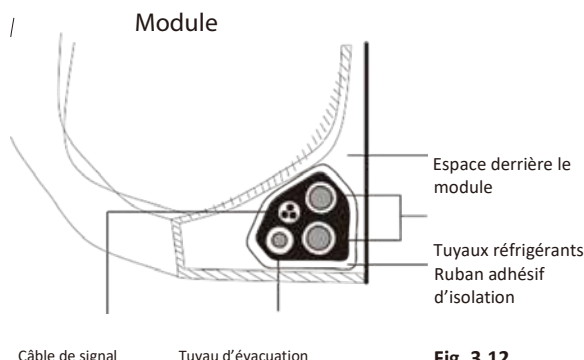

Fig. 3.12
1. Regroupez le tuyau d'évacuation, les tuyaux réfrigérants et le câble de signal selon la **Fig. 3.12**.
3. À l'aide de ruban d'isolation, enveloppez fermement le câble de signal, les tuyaux réfrigérants ainsi que le tuyau d'évacuation ensemble. Vérifiez de nouveau que tous les éléments sont regroupés selon la **Fig. 3.12**.